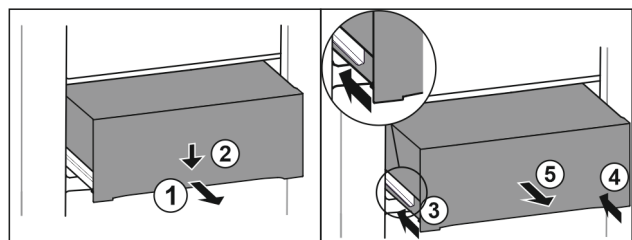

Fig. 185
- Estrarre il cassetto a metà. Fig. 185 (1)
- Premere il cassetto sul lato anteriore verso il basso. Fig. 185 (2)
- Spingere la guida sinistra di circa 2 cm verso l'interno. Fig. 185 (3)
- Spingere la guida destra di circa 2 cm verso l'interno. Fig. 185 (4)
- Rimuovere il cassetto tirandolo in avanti. Fig. 185 (5)